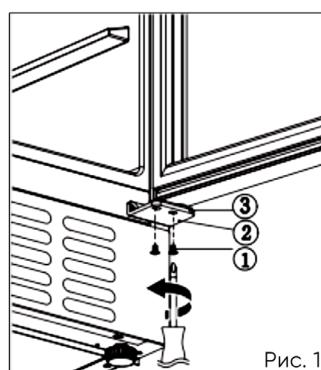

Рис. 1
1. Выкрутите 2 винта, которыми стопор крепится к нижней части двери **3** (Рис.1).